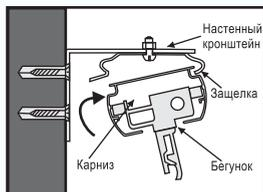

рис.2
1. Закрепите карниз на защелках (рис.2)